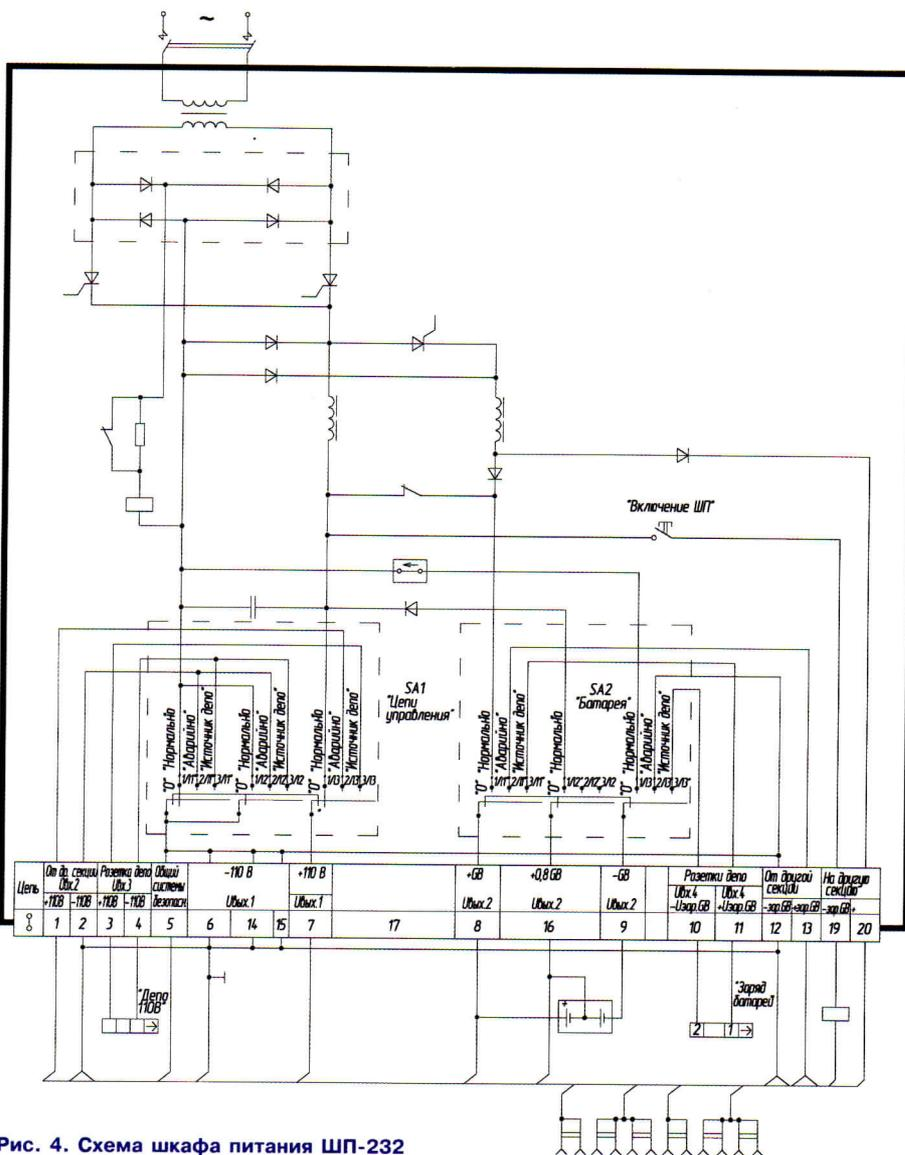

Рис. 4. Схема шкафа питания ШП-232
**Шкаф питания U3 цепей управления** (рис. 4). Обеспечивает бесперебойное питание цепей управления стабилизированным напряжением, а также заряд аккумуляторов. Без стационных
**Шкаф питания U3 цепей управления** (рис. 4). Обеспечивает бесперебойное питание цепей управления стабилизированным напряжением, а также заряд аккумуляторной батареи. Его отличительными чертами являются:
Рис. 4. Зависимости удельного эксплуатационного расхода топлива тепловозов 2ТЭ116К и 2ТЭ116 депо Ртищево от нагрузки на ось вагона при работе в направлении Кочетовка — Ртищево при средней массе поезда 4000 т
В зоне Б при работе на участке Кочетовка — Ртищево при средней массе поезда 4000 т — на 3 — 7,6 % в зависимости от нагрузки на ось вагона (рис. 4). Зона В — там же при средней нагрузке на ось вагона 5,84 тс — на 4,6 — 6,4 % в зависимости от массы поезда (рис. 5). В целом при работе в обоих направлениях 2ТЭ116К экономичнее 2ТЭ116 на 3 % при работе с поездами смешанной составности по типу вагонов и порожними.